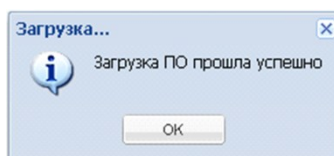

Рис. 9.3. Окно *Загрузка*
4. Процесс записи отображается в окне *Загрузка*. По завершении записи в нем появится уведомление *Загрузка ПО прошла успешно*. Нажмите кнопку *ОК* (рис. 9.3).